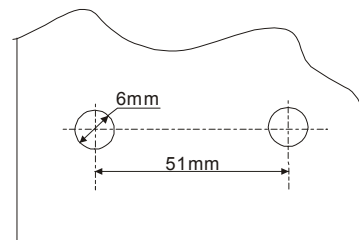

Fig. 4
- 1) Percer deux trous identiques dans le mur et suivre strictement la dimension comme indiquée dans la figure 4.